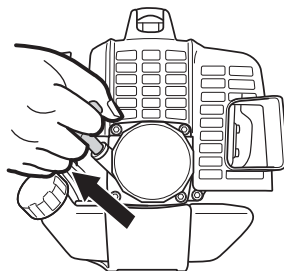

Fig. 11
(4) Tire enérgicamente del arrancador de retroceso, tomando la precaución de mantener el asidero bien sujeto para evitar que se escape de la mano. (Fig. 11)
(6) Vuelva a tirar enérgicamente del arrancador de retroceso. (Fig. 11)